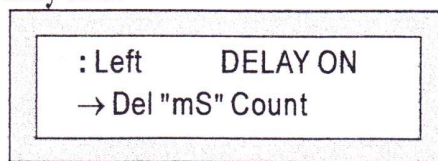

рис. 2
2. Нажмите кнопку задержки как рис. 2 сначала, чтобы выбрать единицу времени задержки (мСек, Метр или Футы), затем нажать "-" "+" кнопки, чтобы выбрать желаемые параметры задержки.